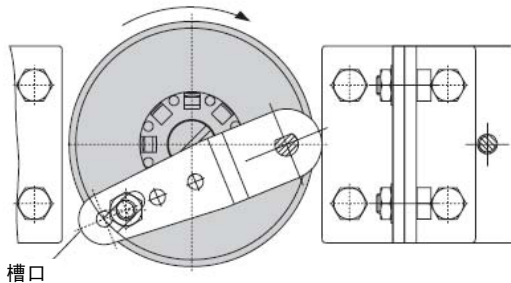

图9·安装到角行程气动执行机构
2. 把连接轮（4）的平面侧对着气动执行机构放在连接夹具（3）上。按图 9 所示，调整并使在阀门关闭时的槽口位置与旋转方向相对应。
7. 将阀门定位器放在上部支架（10）并固定。调整反馈杆（1）使连接销钉嵌入连接轮（4）的槽口中（见图 9）。必须保证在气动执行机构旋转一半（转角中间值）时，反馈杆（1）是与阀门定位器长边是平行的。